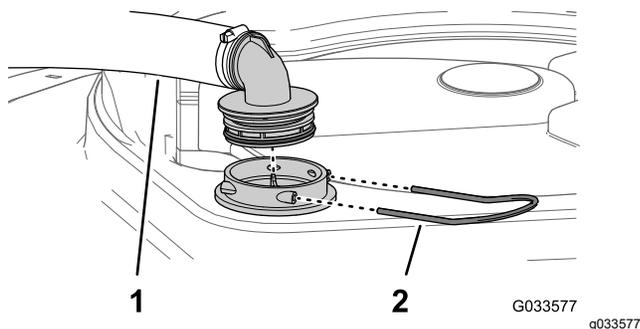

Bild 59
2. Nehmen Sie oben am Sprühbehälter den Halter ab, mit dem das Schlauchanschlussstück befestigt ist, das am dicken Schlauch und dem Filtergehäuse angeschlossen ist (Bild 59).
3. Nehmen Sie den Schlauch und das Schlauchanschlussstück vom Filtergehäuse ab (Bild 59).